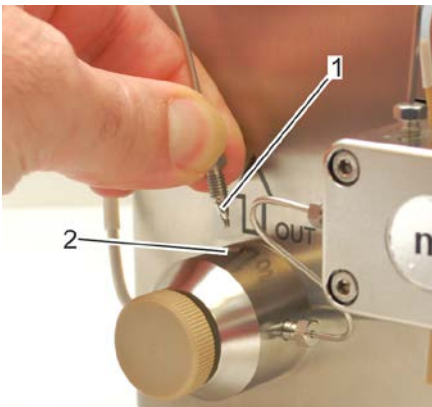

Abb. 21: Zuleitung einschrauben
4. Verschraubung (Abb. 21/1) der Zuleitung zu den nachfolgenden Komponenten in die Gewindebohrung (Abb. 21/2) der Druckventileinheit einschrauben und mit einem Gabelschlüssel 1/4" dicht anziehen.